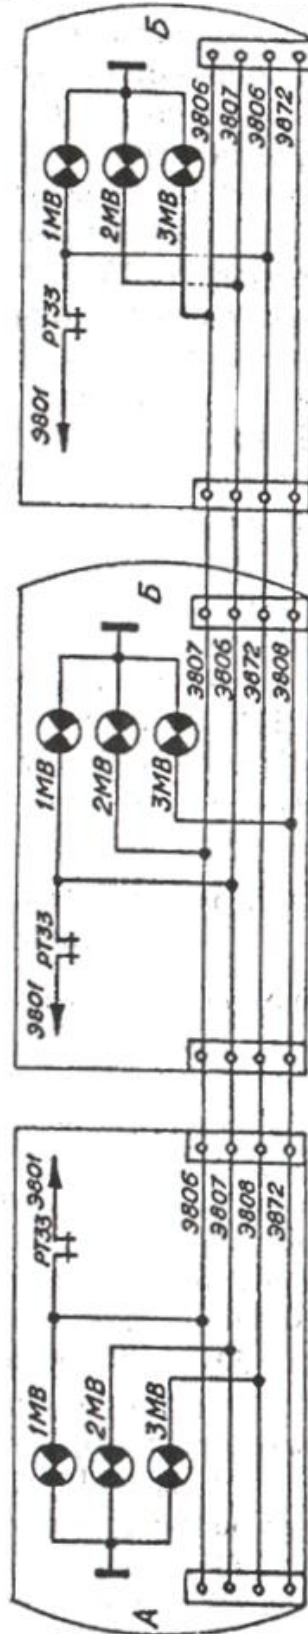

Рис.2 Схема сигнализации мотор - вентиляторов
- по цепям, подобным цепям сигнальных ламп "БВ", "1БВ", "2БВ" и "3БВ" через контакты токового реле РТЗ3 вентилятора получают питание сигнальные лампы "МВ", "1МВ", "2МВ" и "3М3" (рис. 2);